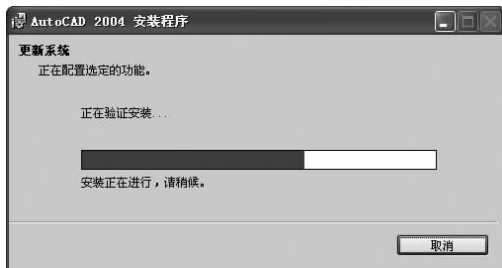

图 1-5 显示安装进度
(6) 在【选择文本编辑器】界面可以指定 AutoCAD 2004 默认的文本编辑器，默认情况下使用的是 Windows 操作系统自带的【记事本】程序，一般不用更改，直接单击【下一步】按钮即可。
(7) 出现【开始安装】界面，该对话框起一个确认的作用，如果用户对之前的设置不满意，可通过单击【上一步】按钮返回到先前的状态重新设置，确认无误后单击【下一步】按钮即可以正式开始安装，安装过程将自动生成一个安装脚本，之后将出现安装进度条，如图 1-5 所示。